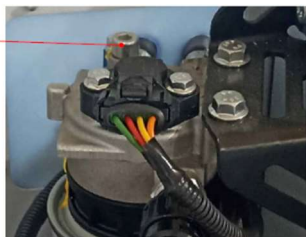

Рис. 11.7 Корпус ФТОТ
5. Ослабить заглушку вентиляционного отверстия (см. рис. 11.7) и последовательными нажатиями на кнопку насоса ручной подкачки, установленного на корпусе ФГОТ (см. раздел 11.2.2), заполните фильтр топливом до тех пор, пока топливо не появится в вентиляционном отверстии;